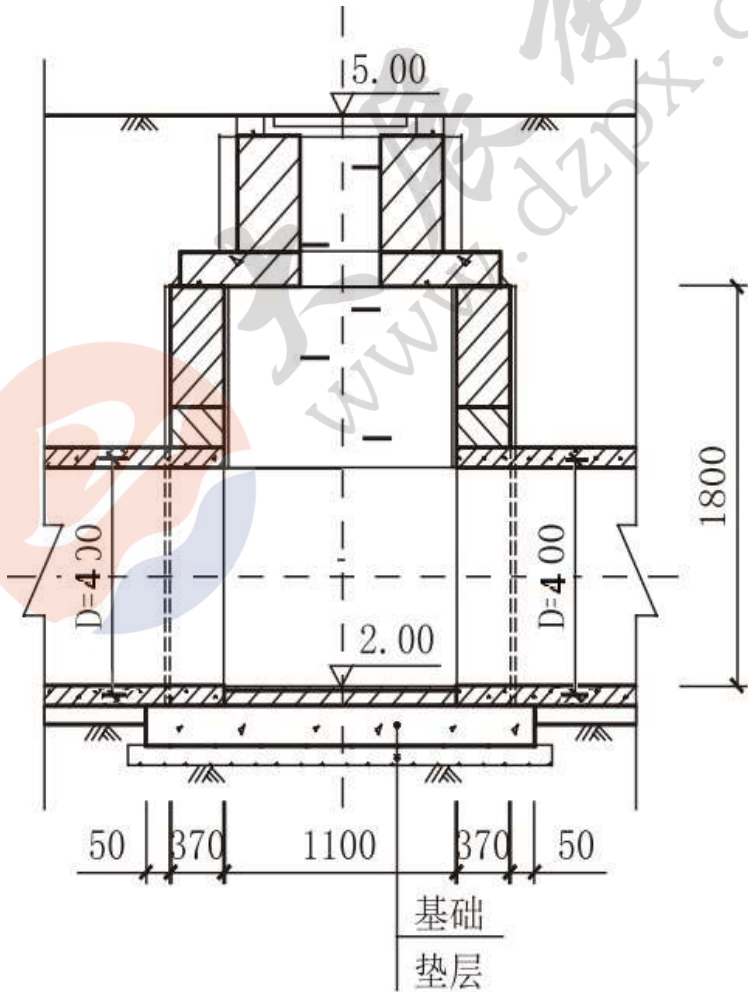

图 4-2 Y3-2 检查井剖面图
某公司承接一项新建道路工程，新建道路和现有道路正交。工程内容包括①新建道路、②两侧人行道下新建雨水管道、③过街雨水管 Y1-1—Y1-2 和 Y4-1—Y4-2 施工、④管线 Y1-1—Y4-1 改移在 Y1-1—Y7-1 和 Y4-1—Y7-2；⑤管线 Y1-2—Y4-2 改移为 Y1-2—Y9-1 和 Y4-2—Y9-2。已知检查井 Y3-2 到检查井 Y1-2 的中心间距是 40m，流水坡度为 0.55%。现有道路和拟建道路结构示意图如 4-1 所示，Y3-2 检查井剖面图布置如图 4-2 所示。